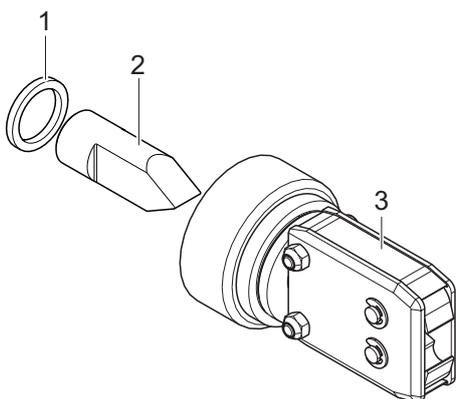

Abb. 30: Zangenkopfsatz
- Abstandsring (Abb. 30/1)
- Keil (Abb. 30/2)
- Zangenkopf (Abb. 30/3)